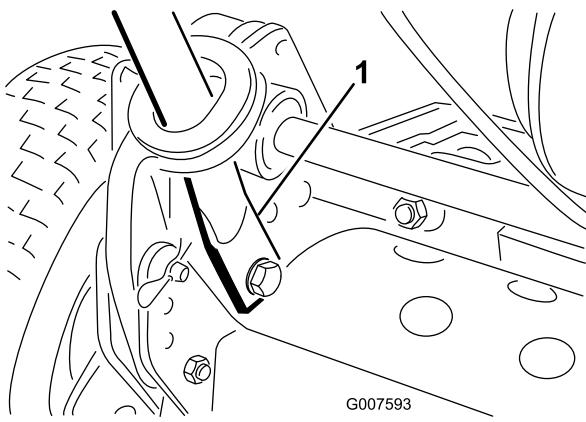

図 3
6. 先ほど外したボルトとワッシャとロック・ワッシャを使って、ハンドルの端部を取り付けピンに固定する（図 3）。
7. 先ほど外したボルトとロック・ワッシャを使って、ハンドル・アームの下部を機体の左右に固定する（図 3）。ハンドル・アームの取り付け穴にブッシュを入れるのを忘れないこと。
8. 先ほど取り外したヘアピン・コッターとリング・ピンを使ってハンドル・アームをフレームに固定する（図 3）。
5. ハンドルの端を内側にたわめながら、取り付けピンに通す（図 3）。